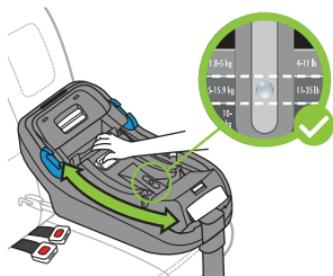

Figure 49
- Tirez et tenez la poignée de réglage du mécanisme d'inclinaison et faites pivoter le mécanisme d'inclinaison, comme illustré à la **Figure 49**, dans la position d'inclinaison maximale qui garde une partie de la bulle dans la plage spécifiée sur l'indicateur d'inclinaison pour le poids de l'enfant.